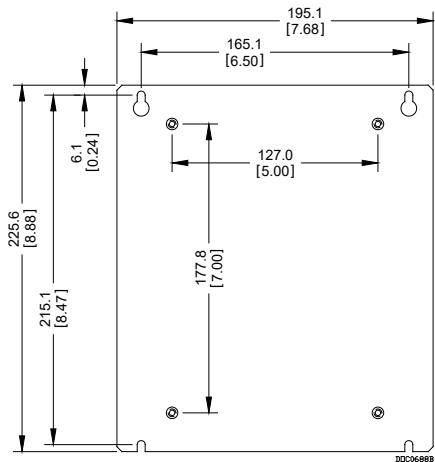

Figura 3. Dimensões do painel
- **Unidade principal montada em painel adaptador.** Posicione-o, como desejado, dentro da placa de montagem do invólucro e localize os furos de montagem da placa, usando os slots do painel do adaptador como modelo. Consulte a *Figura 3* para conhecer as dimensões do painel adaptador. Perfure e cubra os orifícios dentro da placa de montagem com uma tampa rosqueada de 8-32 UNC. Coloque o FB107 com o painel adaptador sobre os orifícios cobertos e prenda-o à placa com quatro parafusos de comprimento 8-32 UNC x 0,38 pol., fornecidos. Aperte bem os parafusos.